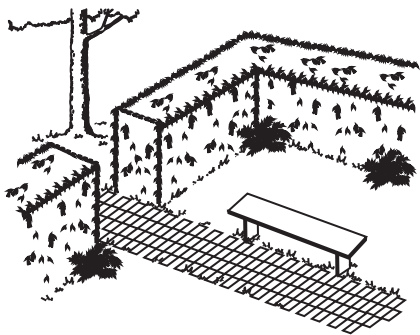

Fig. 5
- Para cortar los lados del seto, sostenga la recortadora de setos por la parte inferior y barra hacia arriba. Corte los lados del seto de modo que queden ligeramente más estrechos en la parte de arriba (Fig. 5).